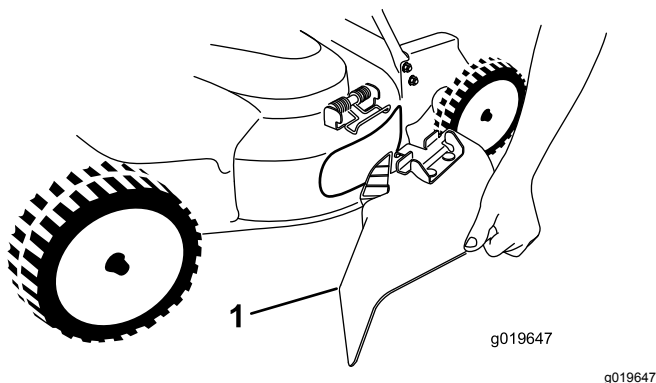

Bild 25
5. Ziehen Sie die Feder nach oben, um den Seitenauswurfkanal (Bild 25) zu befestigen. Setzen Sie den Kanal auf die Öffnung und senken die Feder über die Nasen oben am Auswurfkanal ab.